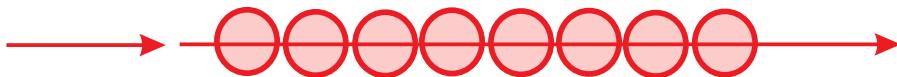

Рис. 2. Простое нанизывание цепочкой
1. Простое плетение – цепочка (рис. 2) – самый простой способ, с которого обычно начинают бисерное рукоделие.